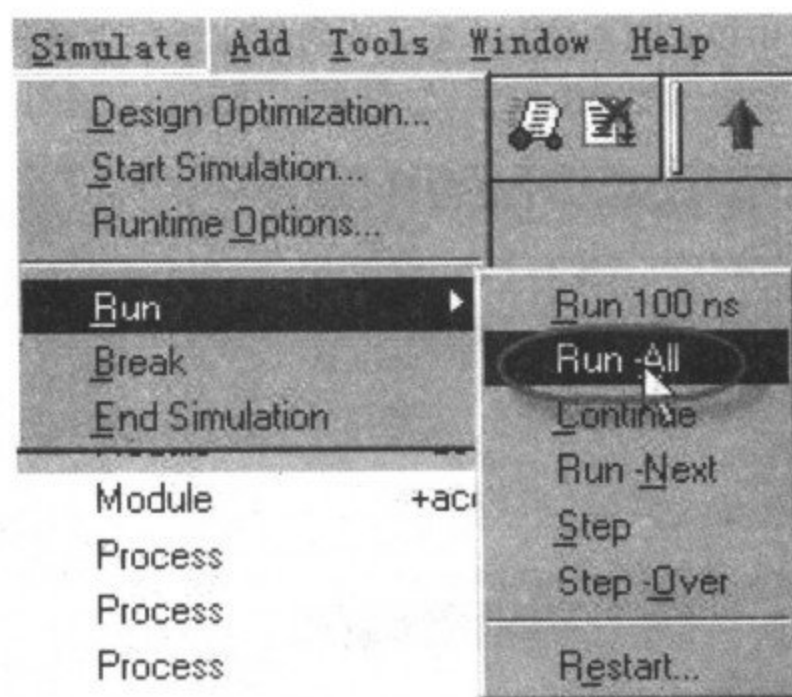

图 3-79 运行仿真
(4)单击 Modelsim SE 6.0 菜单栏 Simulate→Run→Run All,如图 3-79 所示。